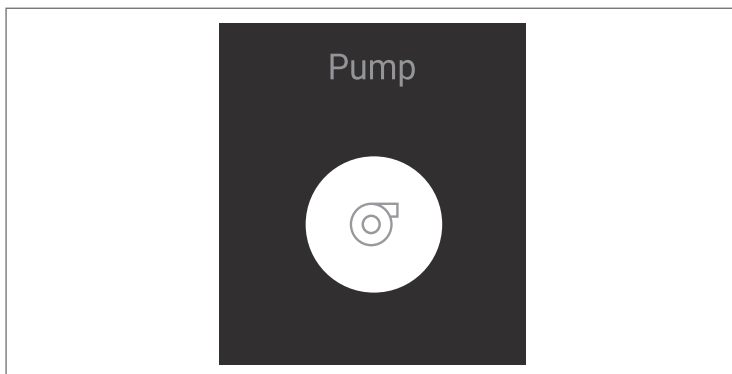

Рис. 4.8
1. Коснитесь символа насоса на сенсорной панели, чтобы включить насос. Убедитесь, что слышен звук работы воздушного насоса (рис. 4.8).